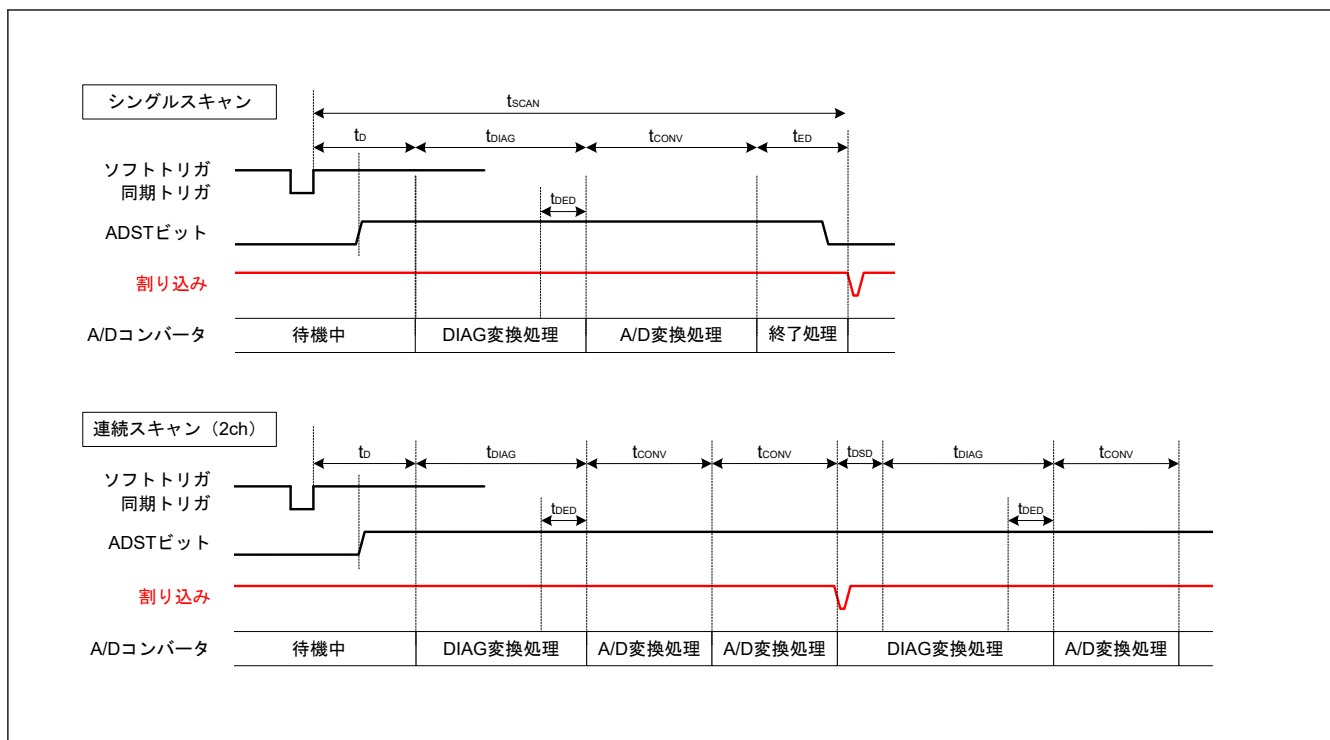
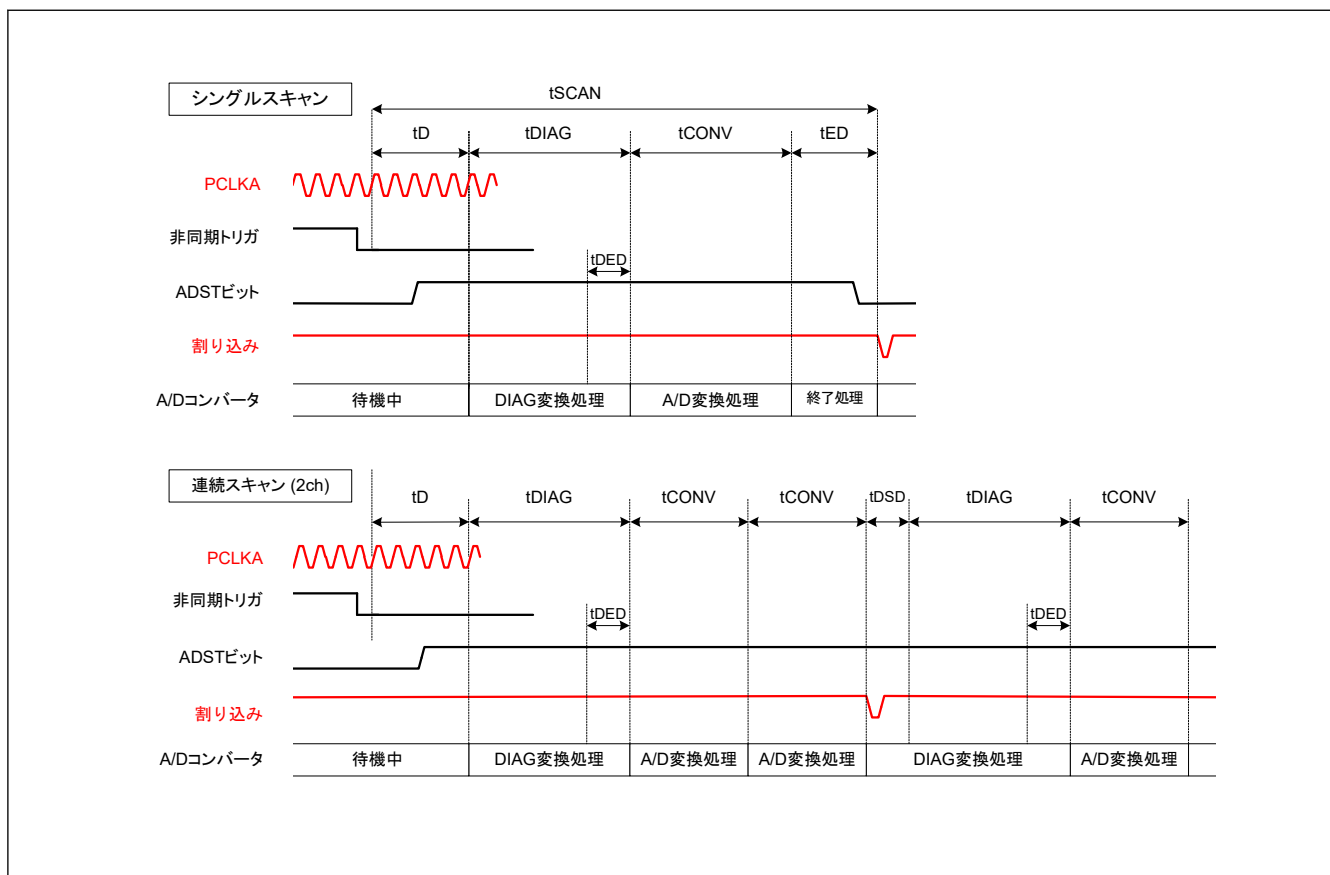

図 36.26 スキャン変換のタイミング (ソフトウェア起動または同期トリガ入力 (ELC) 起動の場合)
図 36.27 スキャン変換のタイミング (非同期トリガ入力 (ADTRG0) 起動の場合)
図 36.26 に、ソフトウェアトリガまたは同期トリガ (ELC) 起動によりスキャン変換を行う場合のタイミングを示します。また、図 36.27 に、非同期トリガ (ADTRG0) 起動によるスキャン変換を行う場合のタイミングを示します。スキャン変換時間 (t_{SCAN}) はスキャン変換開始遅延時間 (t_D)、断線検出アシスト処理時間 (t_{DIS})^(注1)、自己診断変換時間 (t_{DIAG} および t_{DSD})^(注2)、A/D 変換処理時間 (t_{CONV})、スキャン変換終了遅延時間 (t_{ED}) を含めた時間となります。
- 注 1. t_D, t_{DIAG}, t_{CONV}, t_{ED} の各タイミングについては、図 36.26 および 図 36.27 を参照してください。